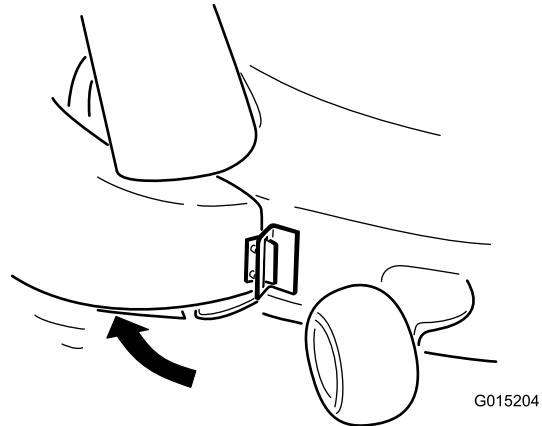

Bild 22
- Drehen Sie den Auswurfkanal nach hinten zum Mähwerk, sodass der Auswurfkanal mit dem Mähwerkgehäuse bündig ist (Bild 22).